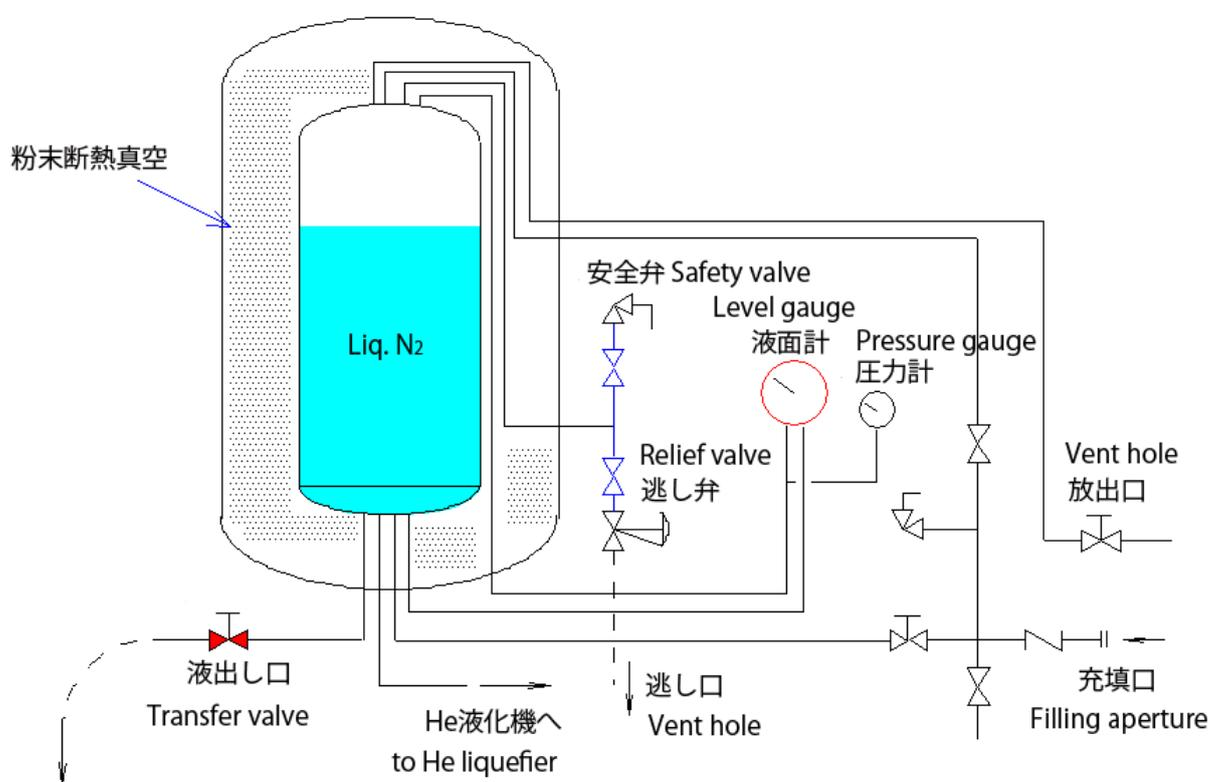

Fig.7 液体窒素貯槽の構造
- g) **液体窒素を汲み出す時、貯槽のバルブは液出し用のもの以外にはさわらない。** Fig. 7 に液体窒素の貯槽の構造を示す。液体窒素の液面は液面計(差圧計)により、液面上のガス圧と貯槽内底部の液圧との差から知るようになっている(液面計の目盛りは液量ではなく液の高さを表示している)。ユーザーは槽内の圧力を利用し液出し口から液体窒素を汲み出す。